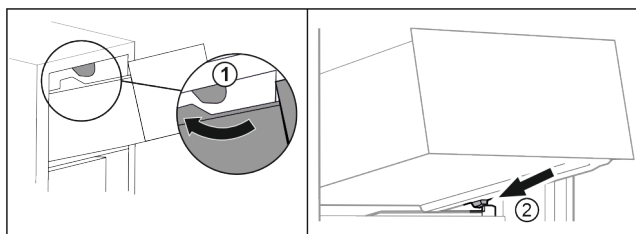

Fig. 94
- ▶ Poprowadzić szufladę wokół górnego stopera. Fig. 94 (1)
- ▶ Założyć szufladę pod skosem za dolnymi stoperami na żebro pojemnika. Fig. 94 (2)